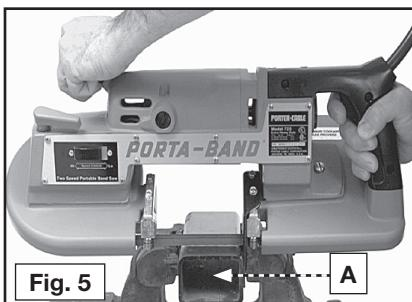

Fig. 5
3. Agarre la sierra según la ilustración de la Fig. 5, con el tope de trabajo (A) tocando la pieza en elaboración y sin que los dientes la toquen.